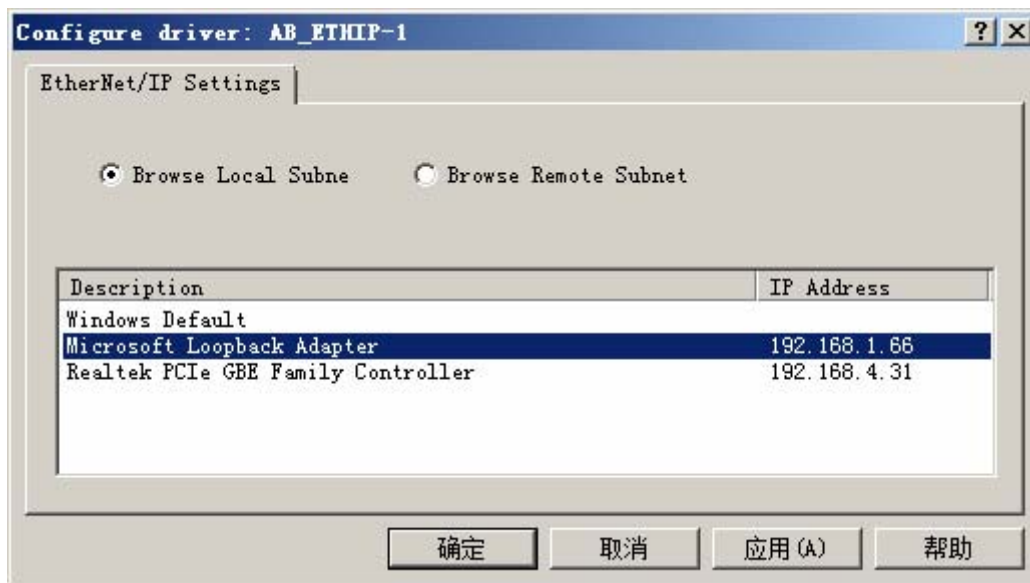

图 8-5 选择 IP 地址
4. 输入EtherNet/IP驱动的名称，单击“OK”，弹出界面如图 8-5 所示，选择和Adapter IP地址对应的网卡。